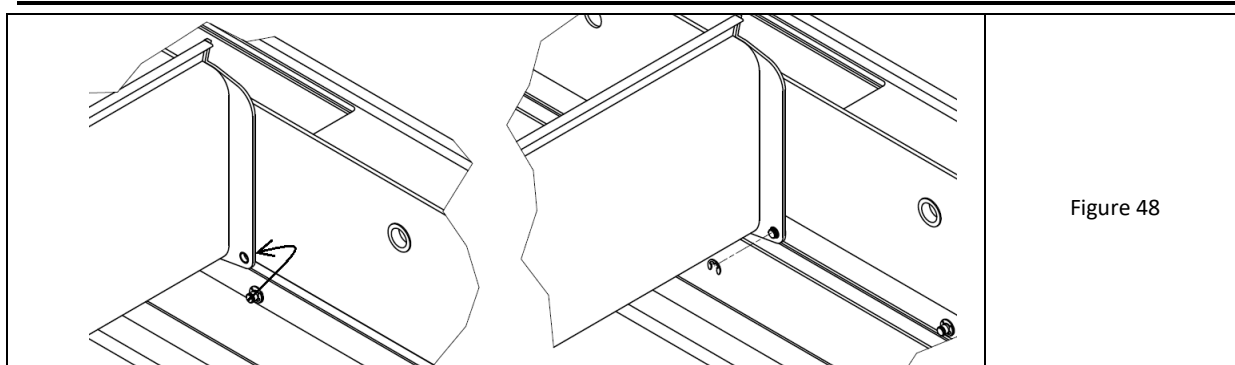

Figure 48
14. Soulever la tringlerie jusqu'au niveau du trou inférieur du bouchon d'entraînement de la lame et l'appliquer de l'extérieur (entre le bouchon et la barre) sur le côté du bouchon d'entraînement (Fig. 48-gauche).
15. Pousser l'extrémité saillante de l'axe du tiges dans le trou de l'embout de la lame (Fig. 48-droite). Lors de l'enfoncement, veillez à ne pas faire sortir la bague collectrice de l'embout.
16. Fixer l'extrémité visible de la tige avec un petit clip exactement dans la rainure extrême de la tige (Fig. 48) - utiliser un outil spécifique (Fig. 48-droite).